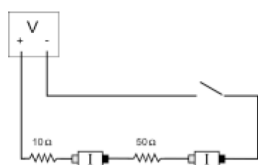

Figura 25: Corrente num circuito em serie
- Ligue o circuito em série com mostra a Figura 25 utilizando o resistor  $10\Omega$  e o resistor  $50\Omega$ . As *Current Probes* irão medir a corrente que flui para dentro e para fora das duas resistências. O terminal de cor vermelho de cada ponta de corrente deve ficar virado para o terminal + da fonte de alimentação.